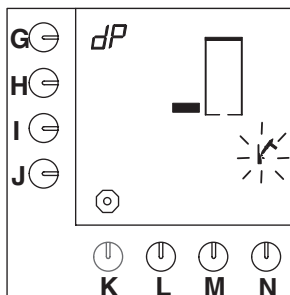

Fig. 24 Premier niveau du programme de détartrage du générateur eau chaude
- Le premier bloc de niveau s'affiche sur l'écran de contrôle et le symbole représentant un marteau clignote (fig.24) .